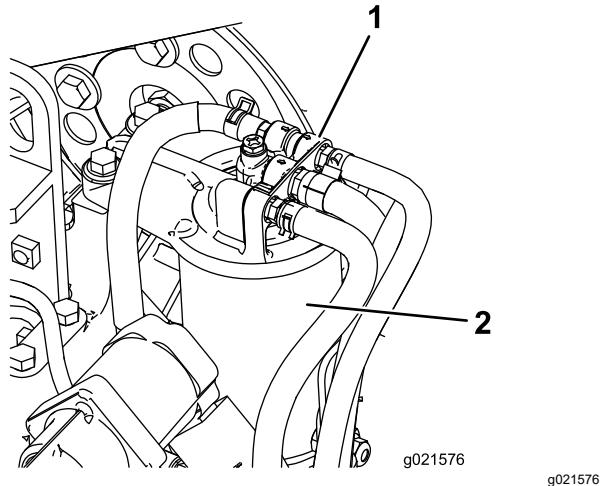

Figura 60
1. Limpie la zona alrededor de la cabeza del filtro de combustible (Figura 60).
2. Retire el filtro y límpie la superficie de montaje de la cabeza del filtro (Figura 60).